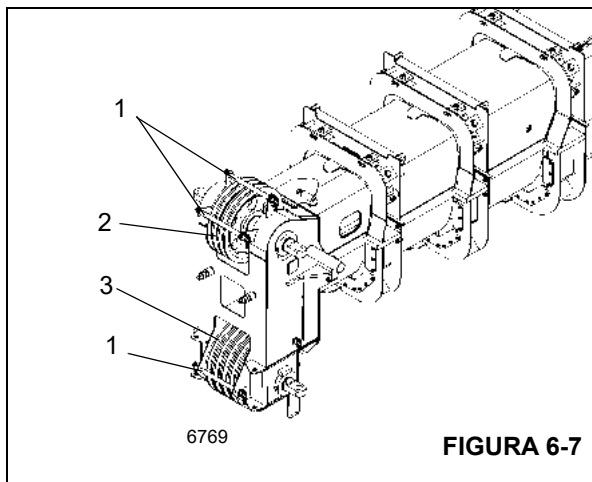

FIGURA 6-7
1. Retire las varillas de retención (1) (Figura 6-7).
2. Guíe el cable sobre la polea de punta de la pluma superior (2) (Figura 6-7).
3. Guíe el cable sobre la polea de punta de la pluma inferior (3) (Figura 6-7).
2. Retire las varillas de retención (1) (Figura 6-7).
3. Retire el cable de la polea de punta de pluma superior (2) (Figura 6-7) y colóquelo sobre el suelo, en el lado izquierdo.